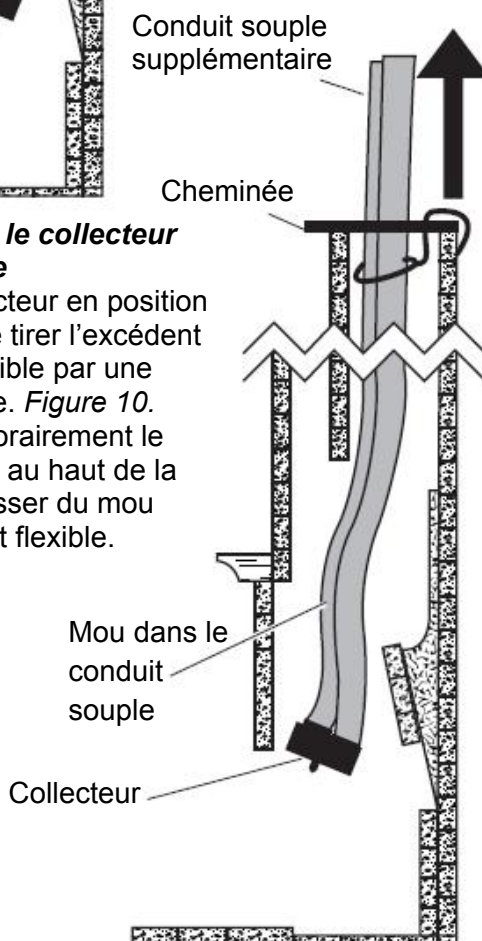

Figure 10 – Tirer l'excédent de conduit
5. Placer le collecteur en position verticale. Faire tirer l'excédent de conduit flexible par une autre personne. Figure 10. Attacher temporairement le conduit souple au haut de la cheminée. Laisser du mou dans le conduit flexible.